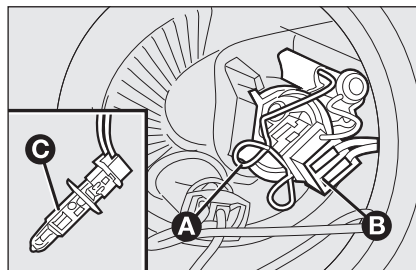

fig. 22
- ☐ décrocher l'agrafe de retenue de l'ampoule **A-fig. 22**;